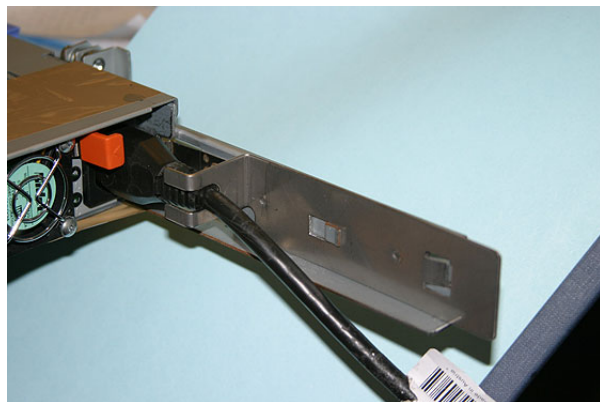

図 81. ケーブル保持ブラケットが取り付けられている SAN ボリューム・コントローラー 2145-8F4
3. ケーブル保持ブラケットをサポート・レールに合わせて置き、サポート・レールの背面にあるスロットの上にケーブル保持ブラケットを取り付けます。図 81は、SAN ボリューム・コントローラー 2145-8F4 に取り付けられたケーブル保持ブラケットを示しています。